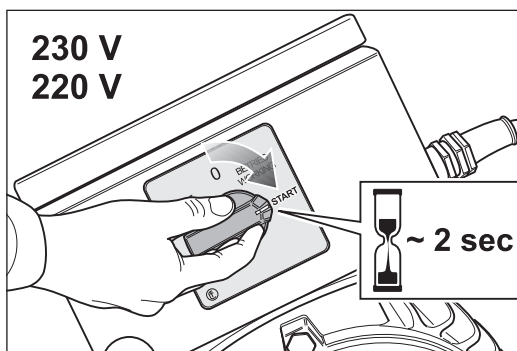

Abb. 17 Zum Einschalten den Schalterknopf am Motor auf die Position -START- drehen und für ca. 2 Sekunden auf dieser Position festhalten.
- 2 Drehen Sie zum Einschalten der Maschine den Schalterknopf am Motor auf die Position -START- und halten Sie ihn für ca. 2 Sekunden auf dieser Position fest (Abb. 17).